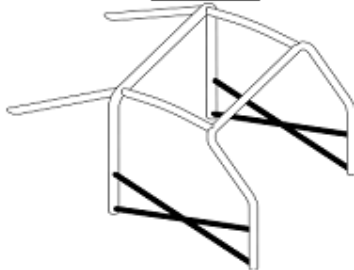

Рис. 253-9
4.11.2 Для каркасов, построенных в соответствии с общими требованиями (253-8.1а, 283-8.1а), боковая защита каркаса может быть выполнена только в соответствии с Рис.253-9 или 253-11.